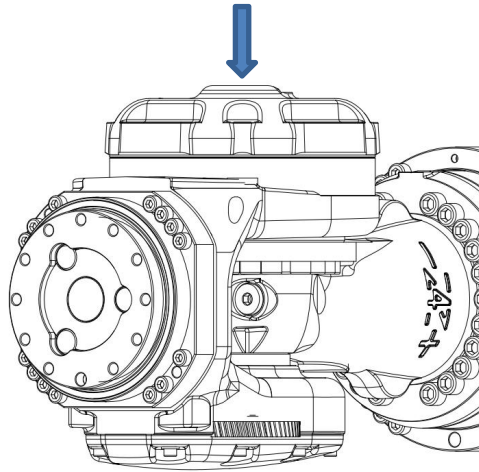

图6-8：机器人A5轴加油示意图
- (1) 转动机器人，将5轴油口转至向上状态（如图6-8）。